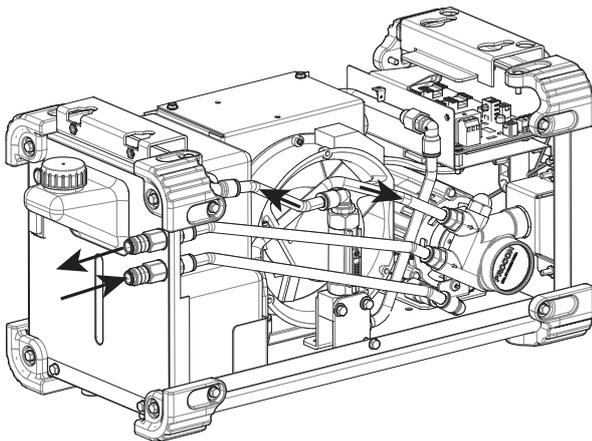

Figura 6
- Conecte las mangueras del refrigerador de agua - Figura 6.